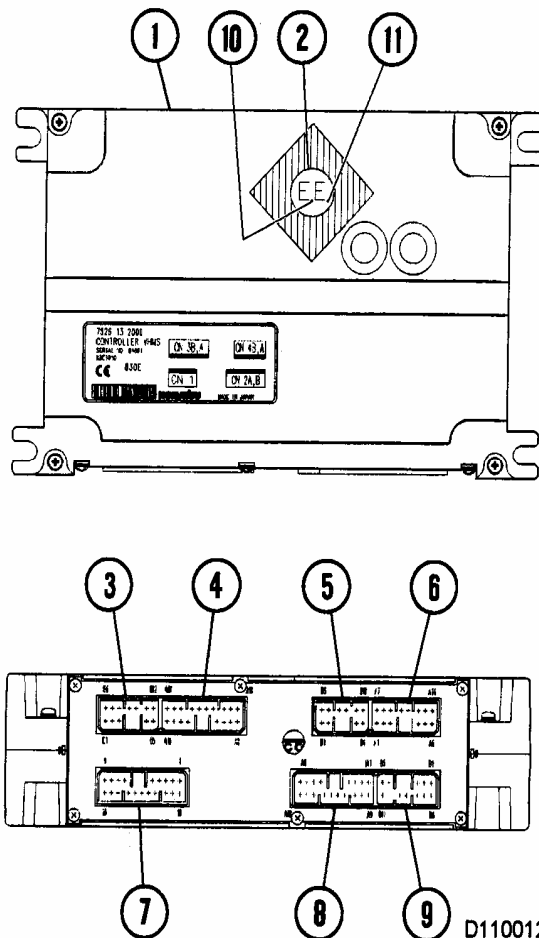

FIGURA 13-6. CONTROLADOR DEL VHMS
El controlador del VHMS (1, Figura 13-6) recopila y almacena señales de los sensores y datos de los demás controladores. También entrega comandos para transmitir los datos acumulados a través del sistema de comunicación. El controlador opera en 20VDC – 30VDC.
8. El controlador del VHMS también tiene dos luces de LED rojas (10 y 11, Figura 13-6). Verifique el estado de la conexión y repare los problemas.